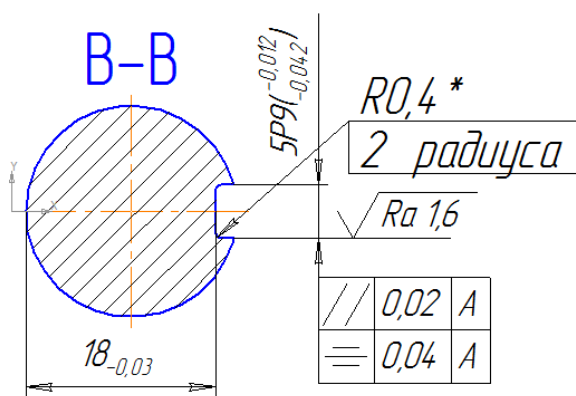
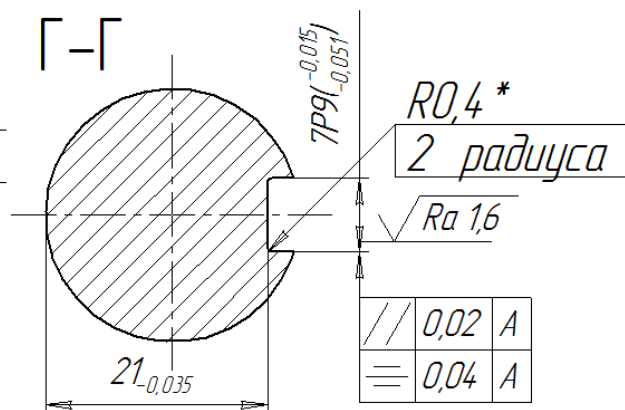

Рис. 5.20
Рис. 5.21
25. После построения всех линий проставьте размеры, позиции, формы и шероховатости в соответствии с рис. 5.20. Затем аналогично постройте сечение «Г», обозначив все размеры, позиции, формы и шероховатости в соответствии с рис. 5.21.